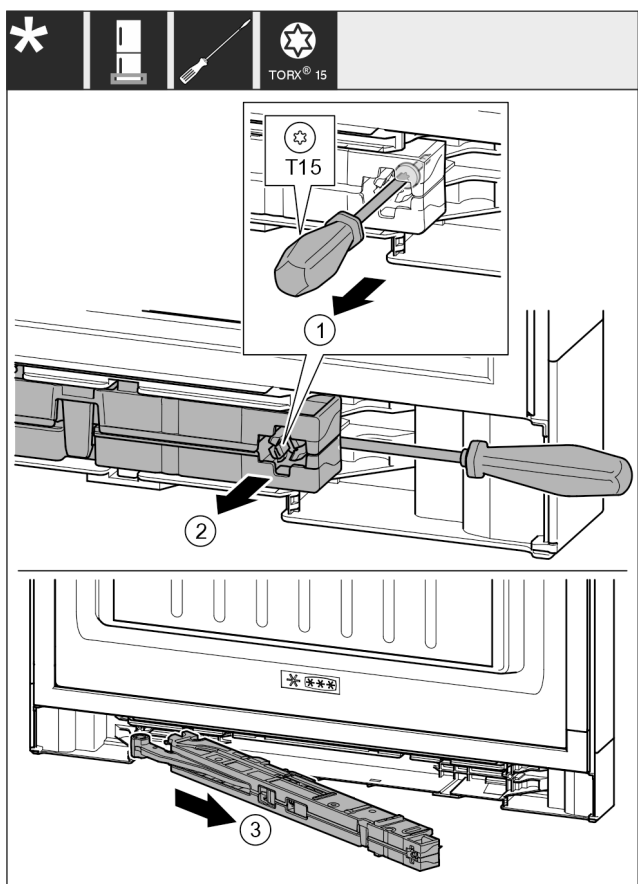

Fig. 21
- Atskrūvējiet durvju amortizatora mezgla skrūvi Fig. 21 (1) ar skrūvgriezi 14 mm.
- Izceliet durvju amortizatora mezglu Fig. 21 (2) roktura pusē ar skrūvgriezi uz priekšu.
- Izvelciet durvju amortizatora mezglu Fig. 21 (3).